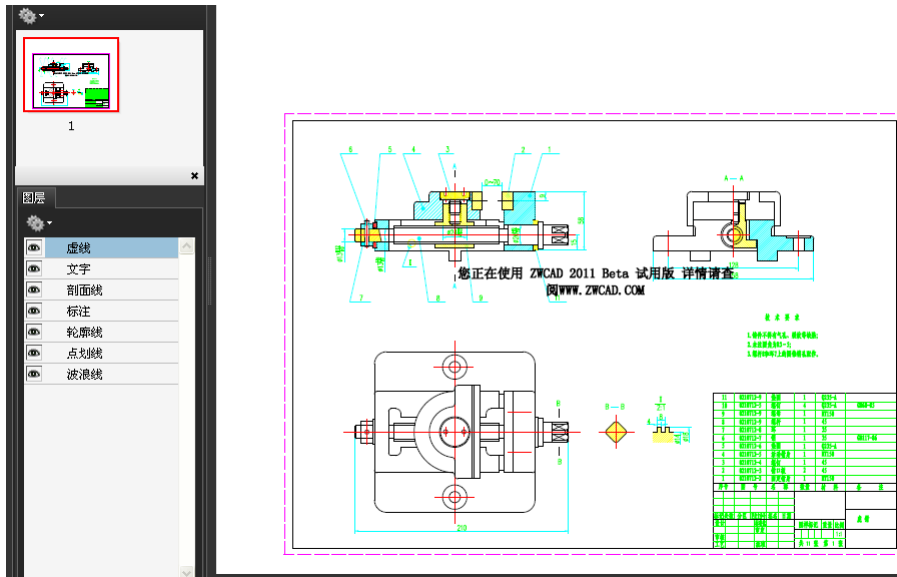

图 10-15 PDF 文件中的图层信息
1) 如果打印的图纸包含多个图层,将其输出为 PDF 文件格式的同时,PDF 打印功能支持将图层信息保留到打印的 PDF 文件中。打开生成的 PDF 文件,即可以在 PDF 文件中通过打开或关闭原 DWG 文件的图层来进行浏览,如图 10-15 所示。这样用户就可以根据自己看图时的需要,隐藏一些不需要的图层,方便了图纸的查看。